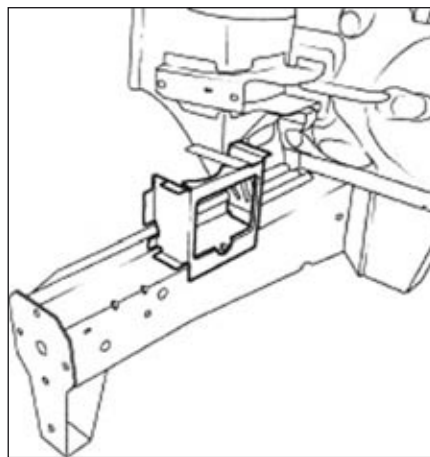

FIG.14
- Fraiser les points de soudure MAG du renfort de support moteur (Fig.14).